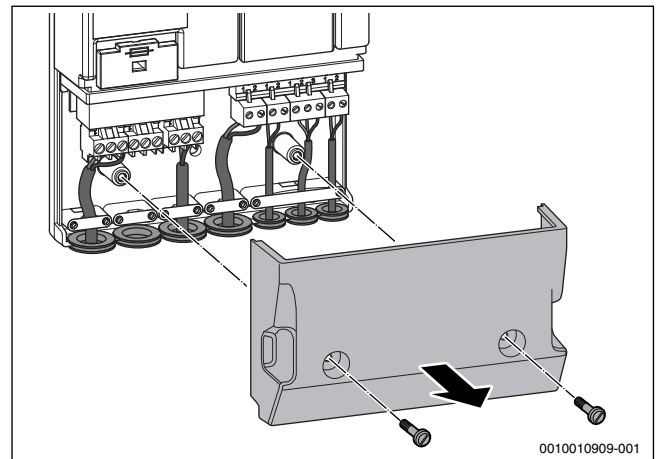

Bild 31 Funktionsmodul öffnen
- Abdeckung des Moduls entfernen (→Bild 31).